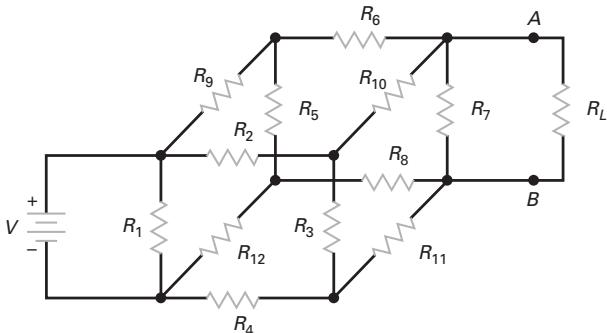

Figura 1-20
- 1-28** Suponha que você esteja em um laboratório observando um circuito como o da Figura 1-20. Alguém o desafia a encontrar o circuito equivalente de Thevenin alimentando o resistor da carga. Descreva um procedimento experimental para medir a tensão e a resistência de Thevenin.